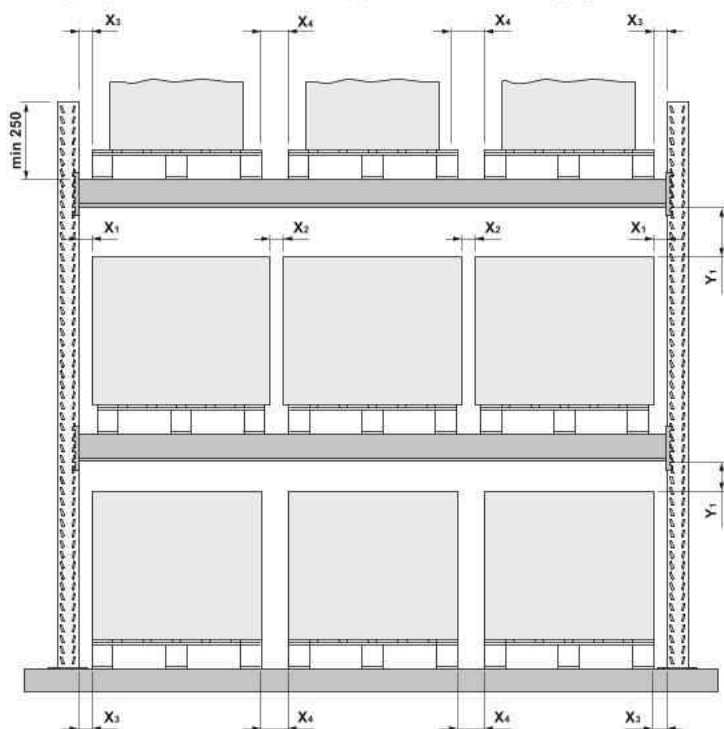

Рисунок 7 - Расположение грузовой единицы на стеллаже
- Не допускается слишком близкое расположение грузовых единиц друг к другу. Расстояния между грузовыми единицами и элементами стеллажа должны быть не менее допустимых значений (рис. 7);